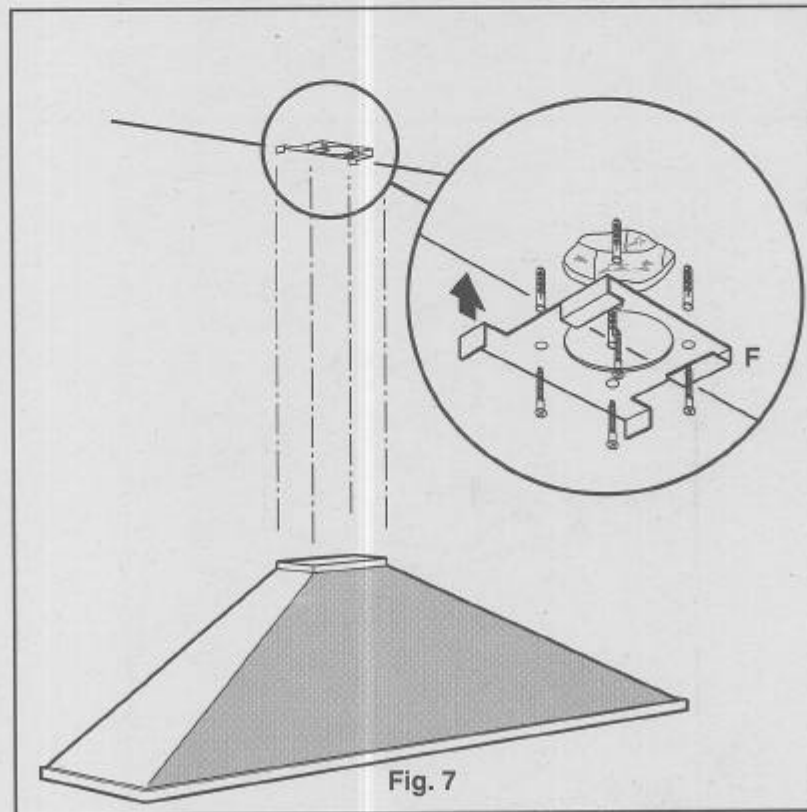

Fig. 7
- a) Fixez au plafond le support supérieur F (Fig. 7) au moyen des 4 vis et des chevilles diam. 8 mm fournies avec l'appareil, sur la perpendiculaire de la fixation inférieure de la cheminée.